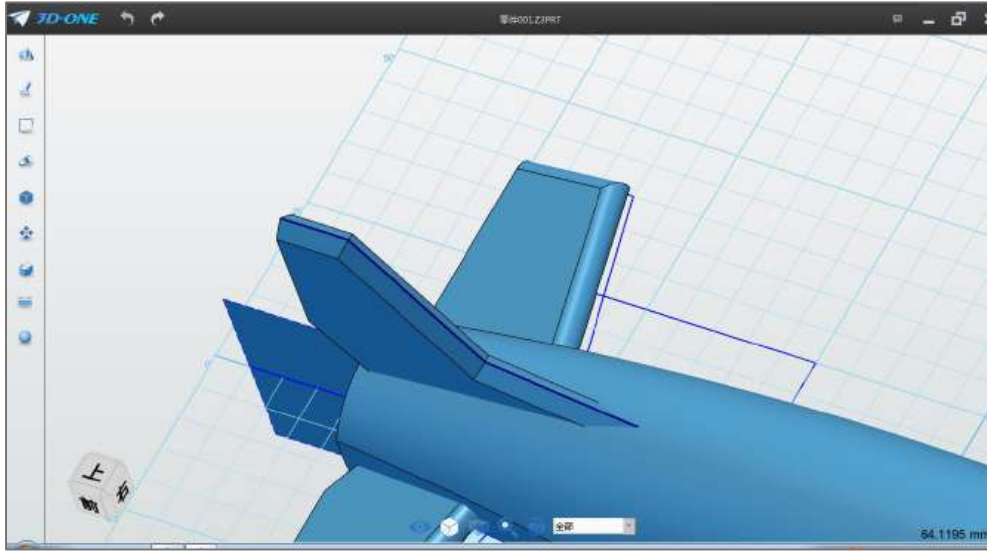

图 3-12
Step 12 点击确定，完成倒角操作。如下图 3-12 所示：